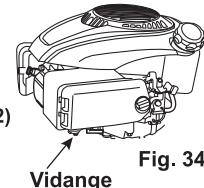

Fig. 34
- Vidangez le réservoir à carburant et le carburateur de l'essence qu'ils contiennent. (Voir Fig. 34)